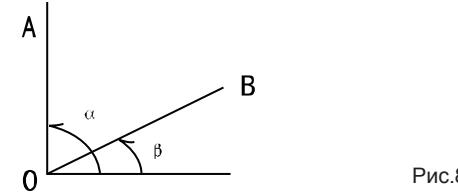

Рис.8
(1) Поле зрения А с вертикальной нитью, снимите показание круга, получите угол α .
(2) Поверните инструмент в поле зрения В, получите угол β .
(3) $\angle AOB = \alpha - \beta$ (Рис.8)